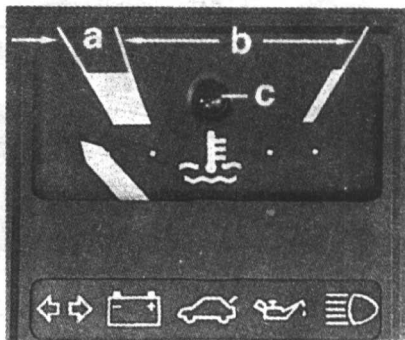

图 1-4 冷却液指针位置
2) 关键: 对于冷却系统而言温度正常与否是关键。所以请大家记住我们车型的发动机工作温度在 $93\sim 105^{\circ}\text{C}$ 为正常, 见图 1-4。